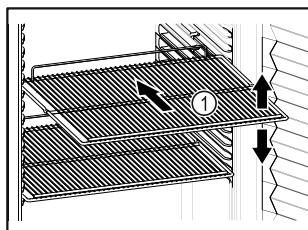

Fig. 80 Representación a modo de ejemplo
- ❑ Si los estantes Fig. 80 (1) se pueden mover, ajustarlos según la altura.